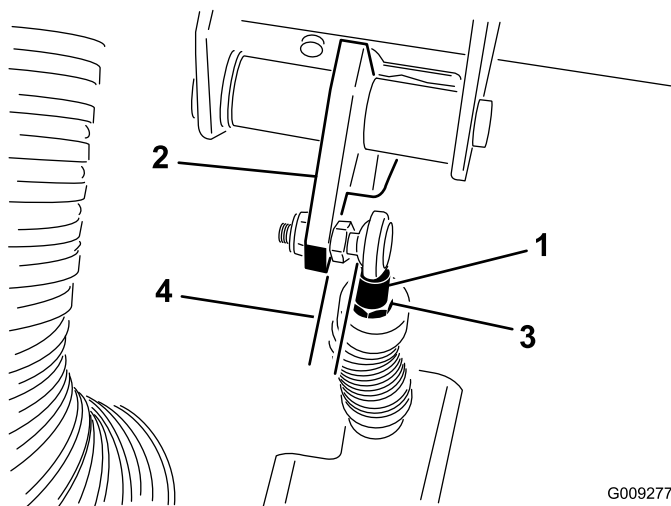

Figura 65
**Important:** Asigurați-vă că capătul tijei este poziționat corect pe bilă, nu este răsucit și rămâne paralel cu pedala de ambreiaj după ce a fost strânsă contrapiulia (Figura 65).